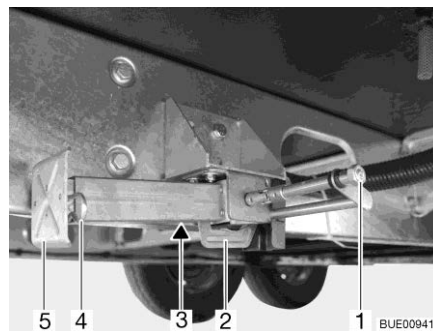

Fig. 58 Piedino di stazionamento
- Inserire la chiave a tubo nell'esagonale (Fig. 58,1) e ruotare fino a quando il piedino di stazionamento non si trova in posizione verticale verso il basso.
- Se la lunghezza del piedino di stazionamento è regolabile, sfilare la copiglia (Fig. 58,4) dal piede del prolungamento (Fig. 58,5).
- Inserire la chiave a tubo nell'esagonale (Fig. 58,1) e ruotare fino a quando il piedino di stazionamento non si stacca dal terreno.
- Spingere completamente all'interno il prolungamento dell'estremità del piedino (Fig. 58,5) e inserire la copiglia (Fig. 58,4) nel foro apposito.
- Girare sull'esagonale (Fig. 58,1), finché il piedino di stazionamento è orientato verso l'alto e la guida (Fig. 58,2) si trova proprio alla fine della scanalatura (Fig. 58,3).